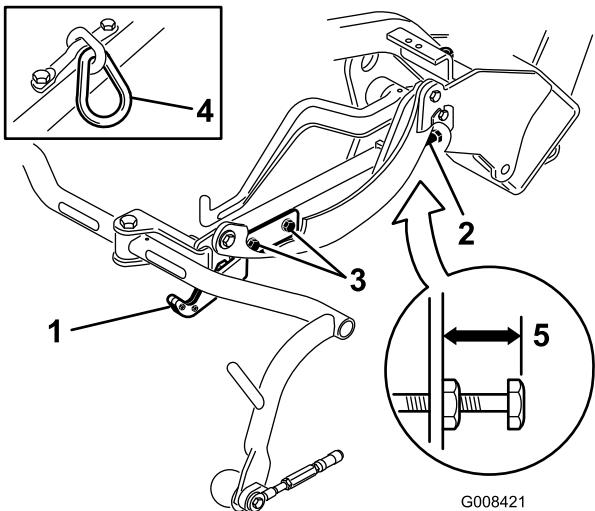
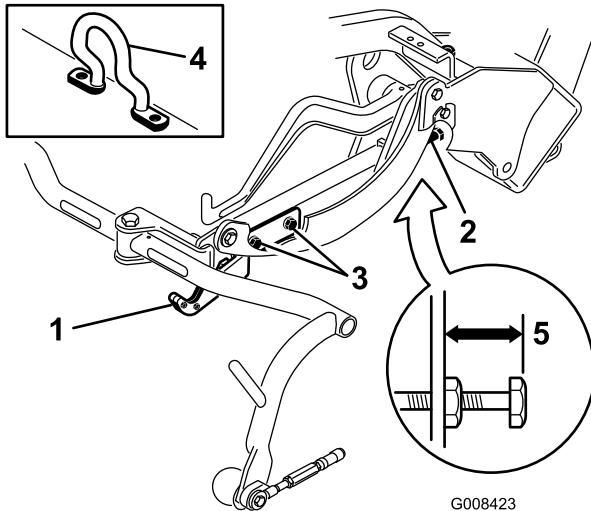
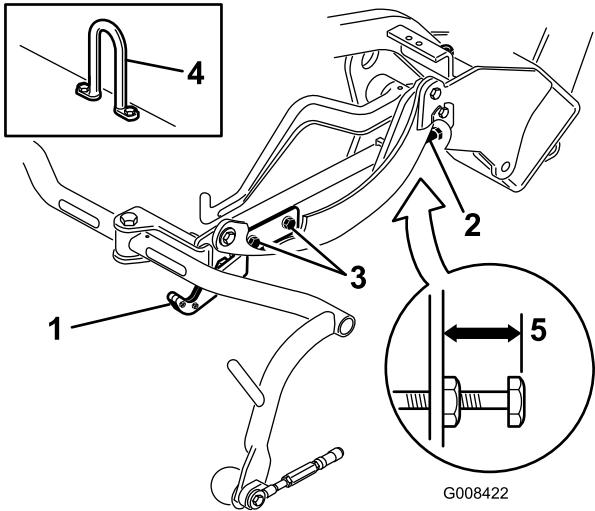

Figura 19
Figura 21
Figura 20
Controllate l'altezza di trasferimento (Figura 19 e Figura 20) e, se necessario, regolatela.
2. Sugli apparati di taglio dotati di anello o di gancio di sollevamento diritto (Figura 19 e Figura 20, da applicare), verificate che la distanza tra la parte superiore della vite di regolazione del telaio portante e la parte posteriore del telaio portante sia di 22 mm. Se la distanza non è di 22 mm, passate al punto 4. Se l'elemento di taglio è dotato di gancio di sollevamento sfasato (Figura 21), passate al prossimo punto.
3. Sugli apparati di taglio dotati di gancio di sollevamento sfalsato (Figura 21, da applicare), verificate che la distanza tra la parte superiore della vite di regolazione del telaio portante e la parte posteriore del telaio portante sia di 25 mm. Se la distanza non è di 25 mm, passate al punto 4.
4. Allentate le viti di montaggio della piastra di trasferimento (Figura 19, Figura 20 e Figura 21).
7. Se i telai portanti non si trovano alla stessa altezza, allentate il controdado della vite di regolazione del telaio portante (Figura 19, Figura 20 e Figura 21). Ruotate la vite, svitandola per sollevare il telaio e avvitandola per abbassarlo. Una volta ottenuta l'altezza desiderata, serrate il controdado.